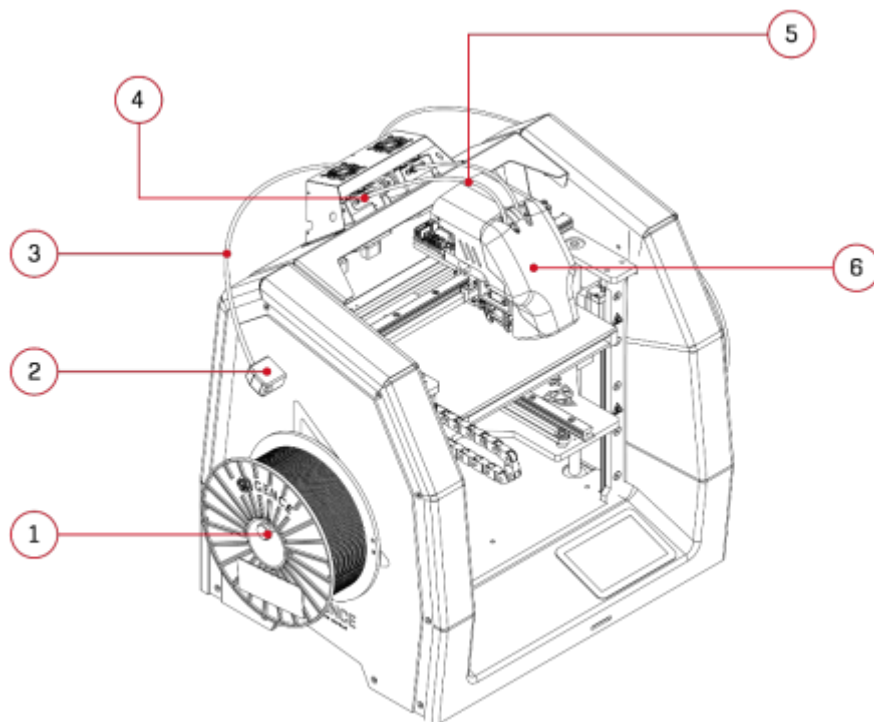

Рис. 38 Наиболее важные компоненты экструзионной системы:
Принтер 3DGence DOUBLE P255 оснащен диагностикой для экструзионной системы. Диагностическая система значительно облегчает печать с использованием различных материалов. Система состоит из датчика нити (рис. 38), боуден-трубки и экструдеров, правильная работа которых контролируется энкодерами.
2. Убедиться, что на держателе катушки с нитью (рис. 38), на которую необходимо установить новый материал, отсутствует материал. Кроме того, следует убедиться в отсутствии нити в боуден-трубках и в экструдере (это не относится к первой загрузке материала). Если материал загружен, сначала необходимо использовать опцию *Unload model material / Unload support material* (выгрузка материала) – процедура описана ниже.
5. Обрезать конец нити под углом 45° и поместить катушку с нитью на держатель (рис. 38, позиция 1).
6. Протянуть конец нити во входное отверстие датчика нити (рис. 38, позиция 2).
7. Двигатель экструдера запускается после активации датчика. Надавить на нить так, чтобы ее конец прошел по всей длине боуден-трубки (рис. 38, позиция 3) до экструдера (рис. 38, позиция 4). Если материал был правильно вставлен, он будет захвачен экструдером. Материал будет вытягиваться экструдером, и при попытке извлечения материала будет ощущаться сопротивление.
8. При достижении номинальной температуры экструзии материала процесс запускается автоматически. Экструдер выталкивает материал через короткую боуден-трубку (рис. 38, позиция 5) в термоголовку, нагретую до температуры пластификации материала.